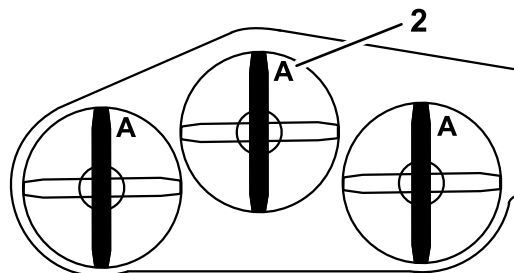

Bild 65
3. Drehen Sie die Schnittmesser, bis die Enden nach vorne und hinten gerichtet sind (Bild 65). Messen Sie von einer ebenen Fläche bis zu den Schnittkante (Position A) der Messer (Bild 65). Notieren Sie diesen Wert.